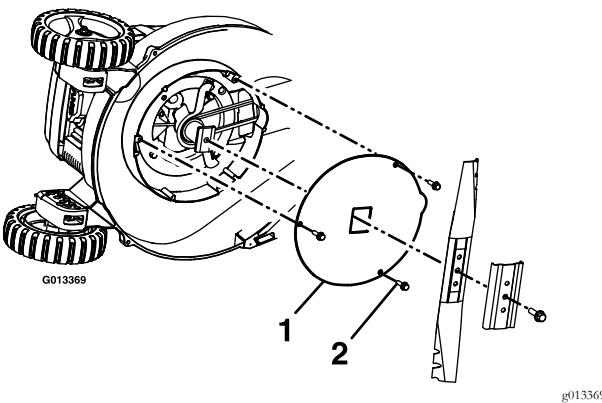

Figura 33
5. Retire el perno de la cuchilla, el soporte de la cuchilla y la cuchilla (ver Figura 33).
6. Retire los tres tornillos que sujetan la tapa a la unidad (ver Figura 33).